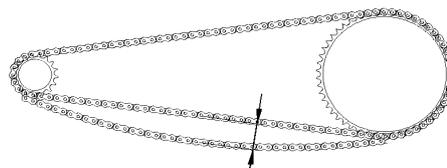

Рисунок 7. Натяжение/провисание цепи
- Проверьте провисание цепи (смотри рис. 7).
10. Отрегулируйте натяжение-провисание цепи и ее совмещение (смотри рис. 7 и 9).